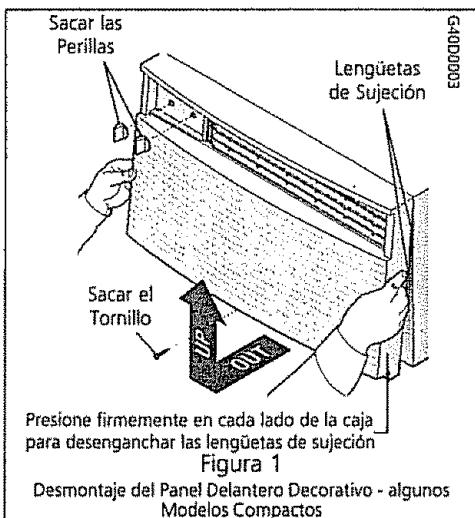

Figura 1
- 2 Saque las perillas tirándolas firmemente. Saque el tornillo que sujetta el panel delantero situado en la parte inferior del panel delantero (Figura 1).